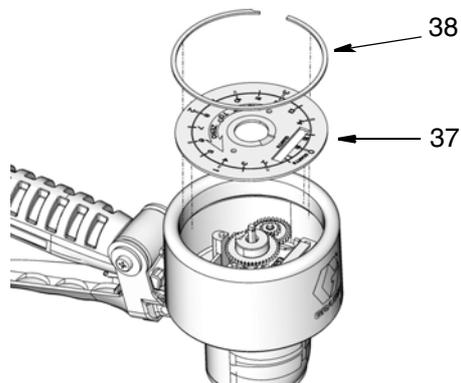

FIG. 22
3. Monte el panel de la placa frontal (37) y el clip de retención grande (38) (FIG. 22).